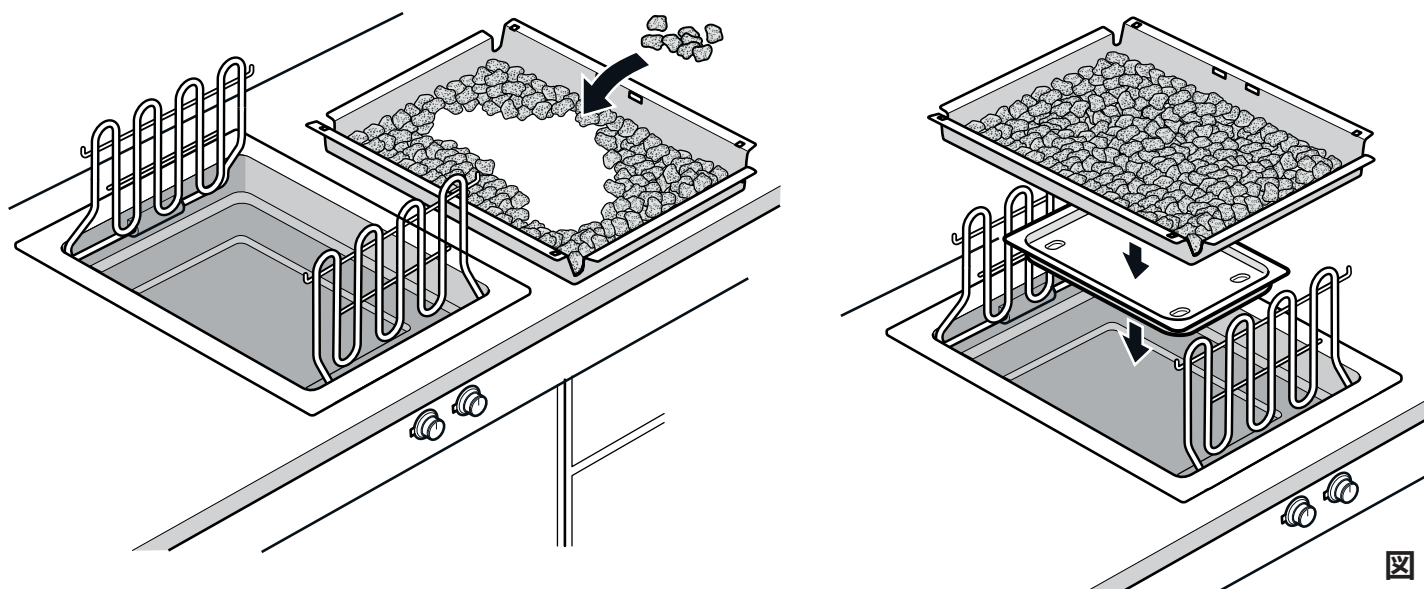

図8
3. ビニール袋から溶岩石を取り出し、溶岩石トレイに入れて、グリストレイ、溶岩石トレイの順で機器に設置します。(図8)